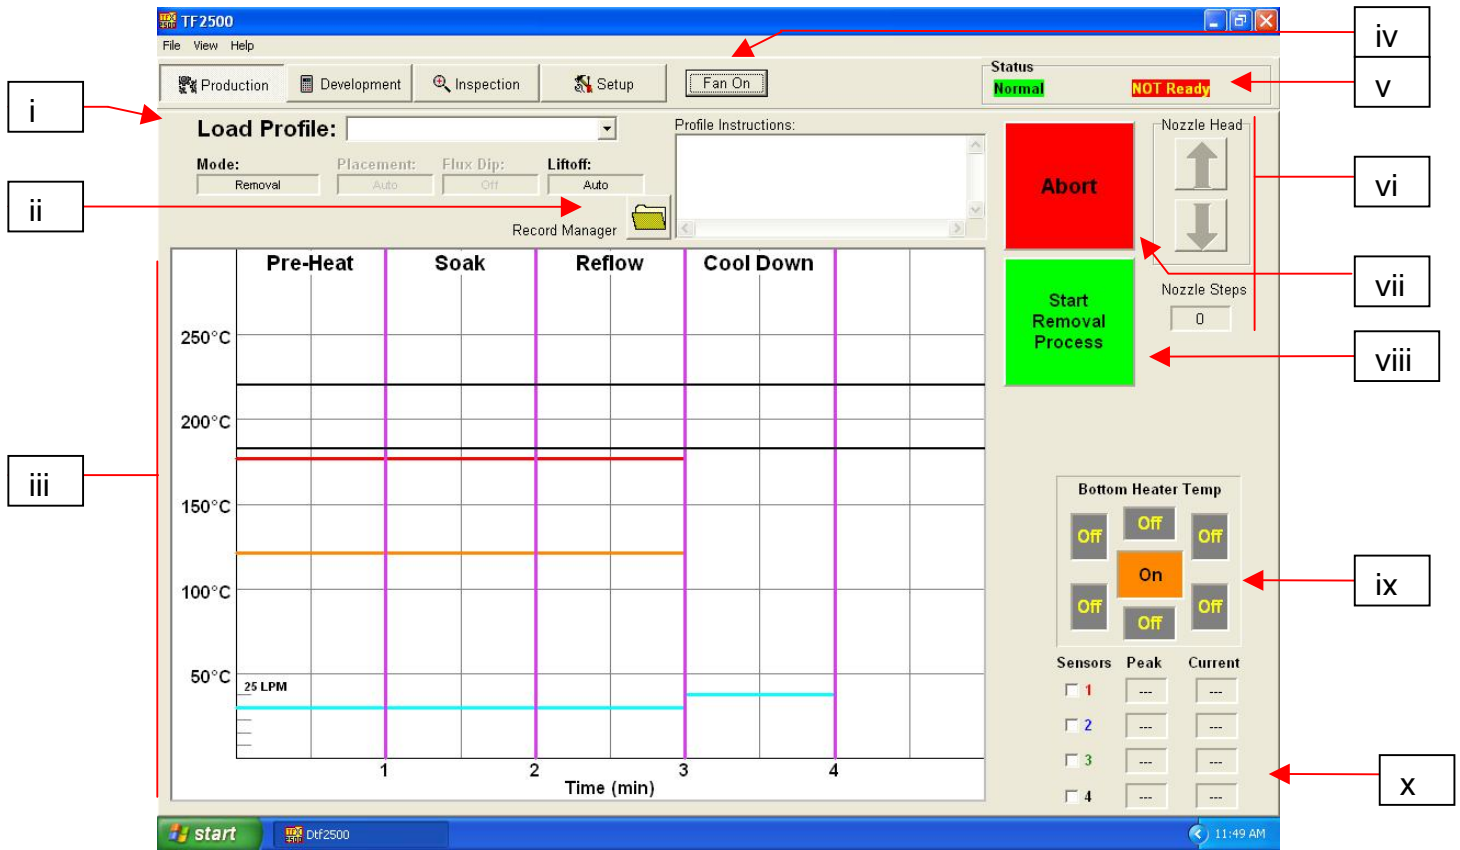

Figure 6
g. Description de l'écran de production (figure 6).